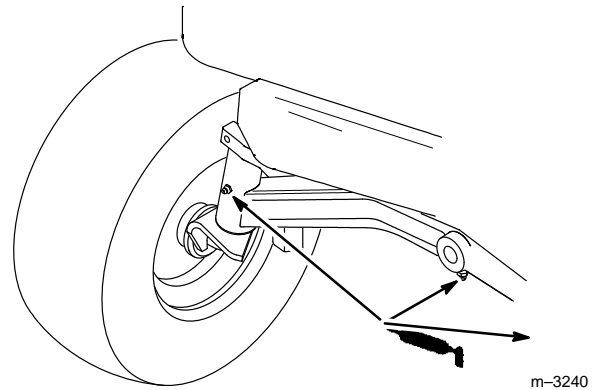

Figure 31
1. Graisser les fusées des roues droite et gauche jusqu'à ce que la graisse commence à suinter hors des roulements (Fig. 31).
2. Graisser le pivot de l'essieu avant (Fig. 31).